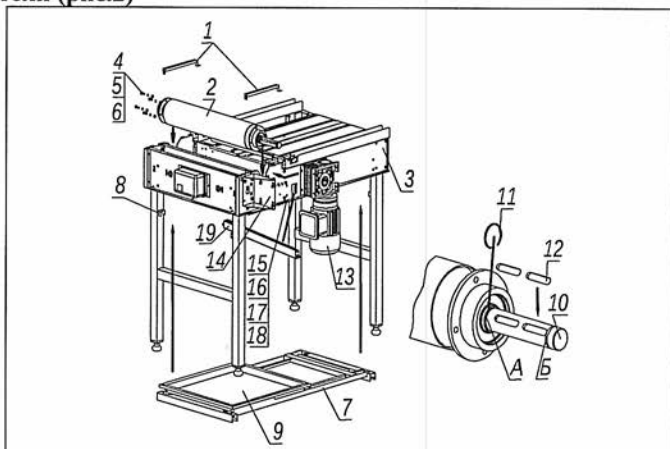

Рис.2
4.1.2. Установка приводного барабана, мотор-редуктора, рамы под поддон и очистителя (рис.2)